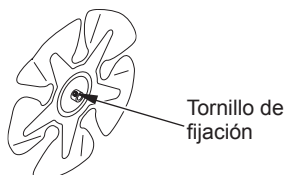

Figura 10 - Ubicación del tornillo de fijación
3. Use una llave hexagonal para aflojar el tornillo de fijación que sostiene el eje del motor (consulte la figura 10). Retire el ventilador. Tenga cuidado de no dañar la inclinación de las aspas del ventilador.
3. Use una llave hexagonal para aflojar el tornillo de fijación que sujeta el ventilador al eje del motor (consulte la figura 10, página 7).